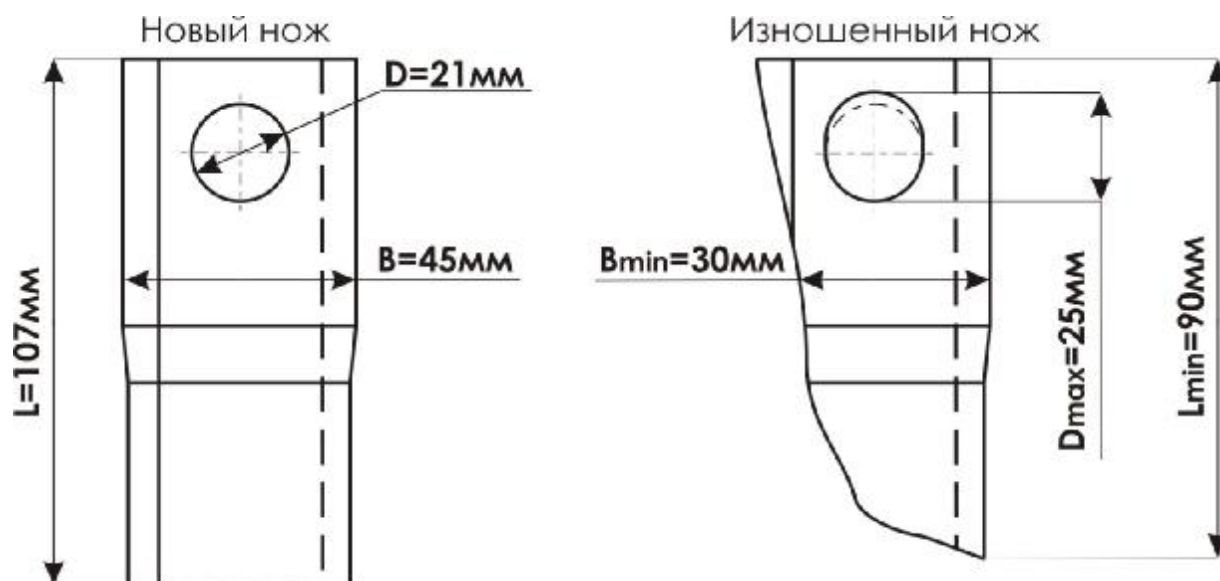

Рисунок 6 Предельно допустимые размеры ножей
2. Ширина ножа менее 30мм (рис. 6)(мерить в 10мм от края диска ротора).
3. Длина ножа менее 90мм (рис. 6).
4. Диаметр посадочного отверстия ножа более 25 мм (рис. 6).